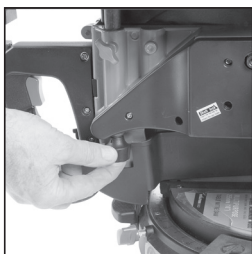

FIG. 18
- Tournez la vis de réglage de la hauteur **(Fig. 18)** dans le sens des aiguilles d'une montre ou dans le sens contraire des aiguilles d'une montre jusqu'à ce que la lame de la scie dépasse de la table de la longueur requise.